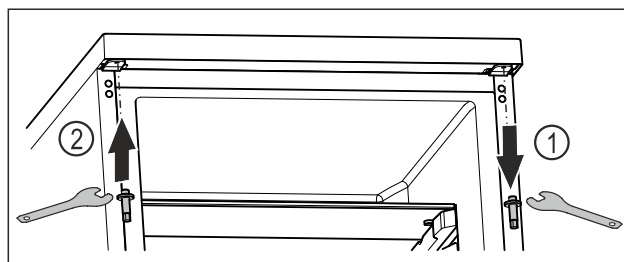

Fig. 23
- ▶ Відкрутіть верхній болт за допомогою шестигранного ключа. Fig. 23 (1)
- ▶ Затягніть болт із протилежного боку за допомогою шестигранного ключа. Fig. 23 (2)